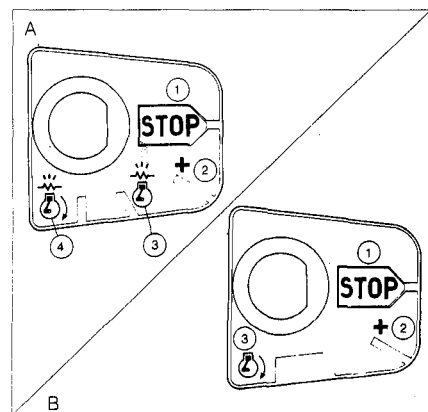

Fig. 3.
(A fig. 3):
– Trekkers met uitrusting voor etherstart - 3 standen (B fig. 3):